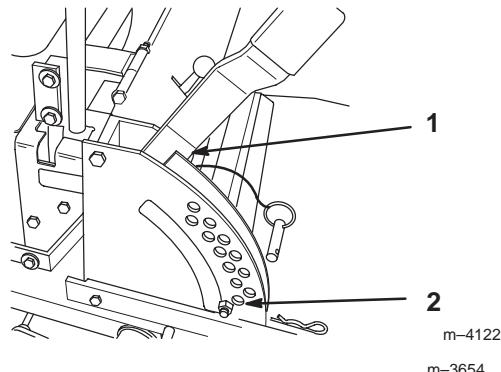
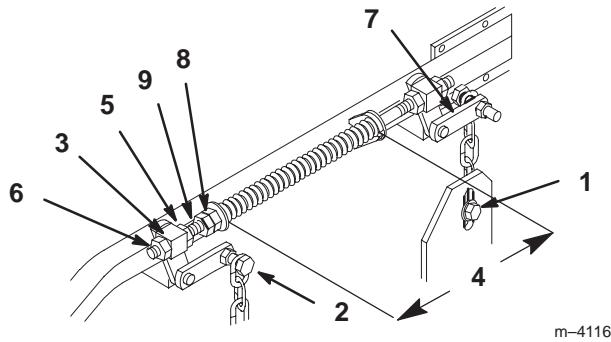

Figure 63
Figure 64
- Relevez le plateau de coupe en position de transport (Fig. 63). Détendez les deux grands ressorts de levage du plateau en desserrant autant que possible l'écrou de blocage et l'écrou avant, devant chaque ressort (Fig. 64).
- Placez deux cales de 35 mm d'épaisseur sous le bord inférieur arrière gauche et droit de la tondeuse. Placez une cale de 44 mm sous le bord inférieur central avant de la tondeuse, pas sous les supports des galets de protection. Sélectionnez la hauteur de coupe de 38 mm (Fig. 63).
- Desserrez le boulon inférieur de la chaîne, dans la fente située à l'arrière du plateau de coupe. Répétez la procédure de l'autre côté (Fig. 64).
- Desserrez l'écrou de blocage avant et arrière de chaque côté du pivot avant. Continuez de desserrer jusqu'à ce que les chaînes avant soient desserrées et que le plateau repose sur les cales. Répétez la procédure de l'autre côté (Fig. 64).
- Quand la visserie est desserrée, la tension encore présente dans les grands ressorts de soutien a tendance à faire tourner la poignée de levage du plateau de coupe vers le haut et à lui faire quitter la position de 38 mm. Appuyez fermement sur le bras de support arrière du plateau pour ramener la poignée de levage à cette position (Fig. 64).
- Tout en continuant d'appuyer sur le bras de support arrière du plateau de coupe, tendez la chaîne arrière et serrez la visserie inférieure (Fig. 64). Vous pouvez maintenant relâcher le bras de support arrière. Répétez la procédure de l'autre côté.
- Déplacez le levier de relevage du plateau de coupe à la position de transport (Fig. 63).
- Réglez les ressorts de compression en tournant les écrous avant de façon à obtenir un espace de 260 mm entre les deux grandes rondelles. Serrez alors fermement l'écrou de blocage (Fig. 64).